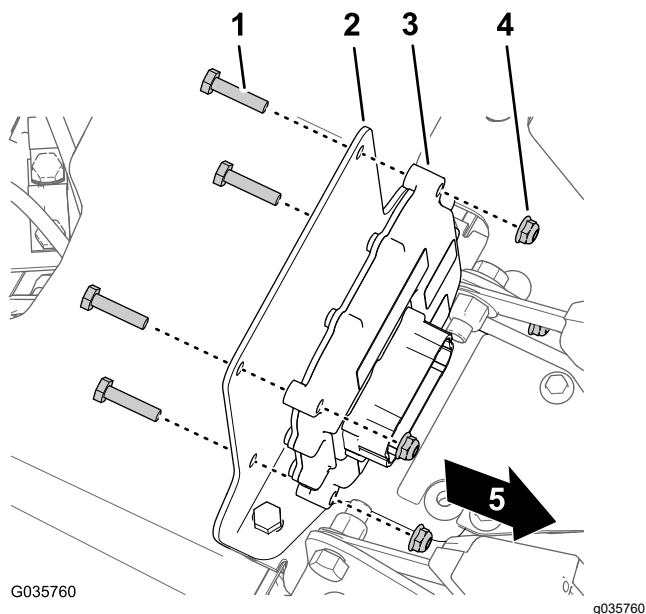

図 31
2. **2015 年以前の車両**— 運転席と助手席の間のシートベルトバックルの間にあるコンソールベースの打ち抜きプラグを打ち抜く (図 31)。
3. 電子コントローラをブラケットに固定する 図 31 ボルト $\frac{1}{4} \times 1\frac{1}{8}$ " 4本とロックナット $\frac{1}{4}$ " 4個を使用する。